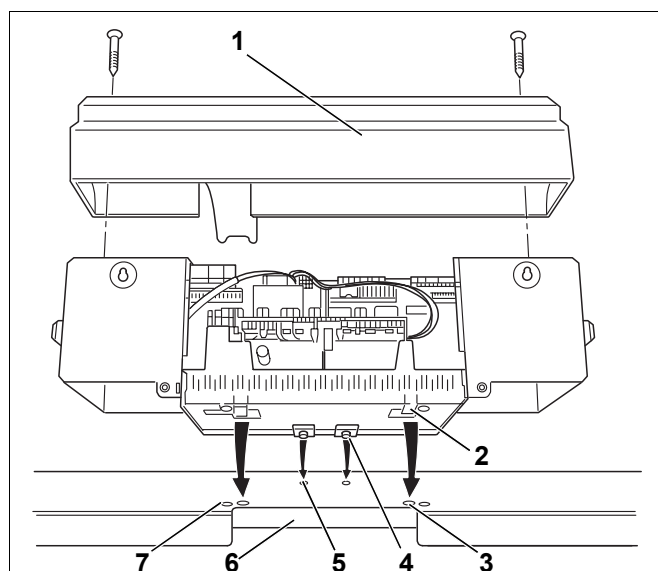
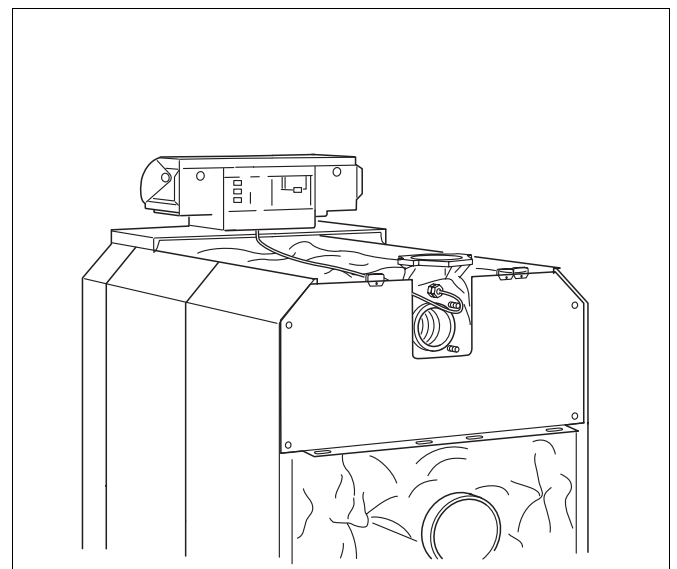

Bild 60 Regelgerät montieren
Bild 65 Heizkessel mit montiertem Regelgerät
In Abbildung 60 sind das Regelgerät und die vordere Abdeckhaube „A“ von hinten dargestellt.
- ▶ Die beiden Schrauben in der Klemmenabdeckhaube (Bild 60, **Pos. 1**) lösen. Klemmenabdeckhaube nach oben entfernen.
- ▶ Regelgerät aufsetzen. Regelgerät vorne mit den Einschiebehaken (Bild 60, **Pos. 4**) in die ovalen Bohrungen der vorderen Kesselhaube einsetzen (Bild 60, **Pos. 5**). Regelgerät nach vorne ziehen und anschließend nach hinten abkippen. Die elastischen Haken (Bild 60, **Pos. 2**) müssen hinten in den rechteckigen Öffnungen der vorderen Kesselhaube einrasten (Bild 60, **Pos. 3**).
- ▶ Sockel des Regelgerätes links und rechts des Kabeldurchgangs (Bild 60, **Pos. 6**) auf der vorderen Kesselhaube mit zwei Blechschrauben anschrauben (Bild 60, **Pos. 7**).
- Klemmenabdeckhaube (Bild 60, **Pos. 1**) mit zwei Blechschrauben wieder am Regelgerätesockel anschrauben (Bild 65).